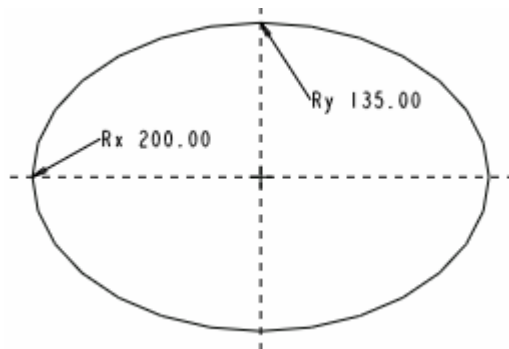

图 4-2
(1) 单击菜单【插入】 【扫描】 【伸出项】选项。
(2) 在【扫描轨迹】菜单中单击【草绘轨迹】选项，以绘制扫描轨迹线。
(3) 选择 FRONT 基准面为绘图面，RIGHT 基准面为参考面，绘制如图 4-2 所示的轨迹线。